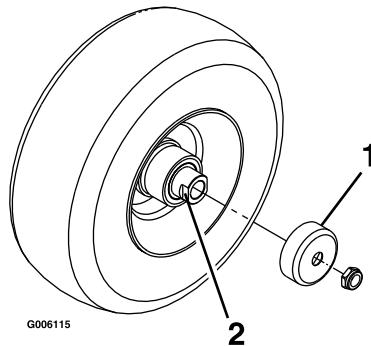

Figure 44
- Déposez les protège-joints du moyeu de roue (Figure 44).